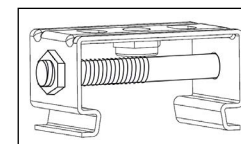

Рис. 2
- 5.7 Закрепите скобы на поверхности установки и защелкните в скобы осветительный прибор. **Внимание!** Для надежной фиксации осветительного прибора необходимо использовать стягивающие болты, входят в комплект поставки. Болты необходимо установить в боковые отверстия на скобах и затянуть гайкой (рис. 2).